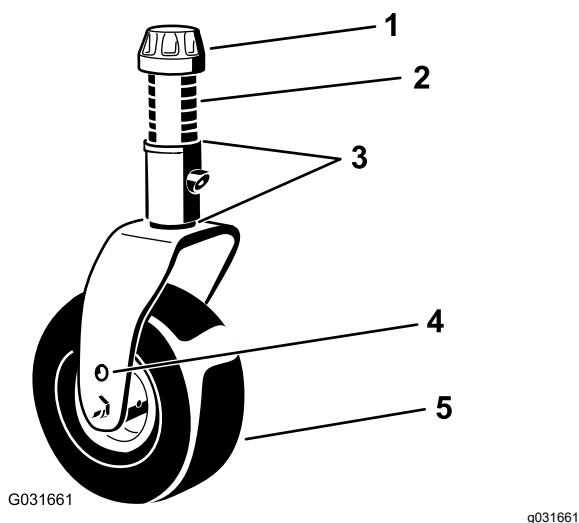
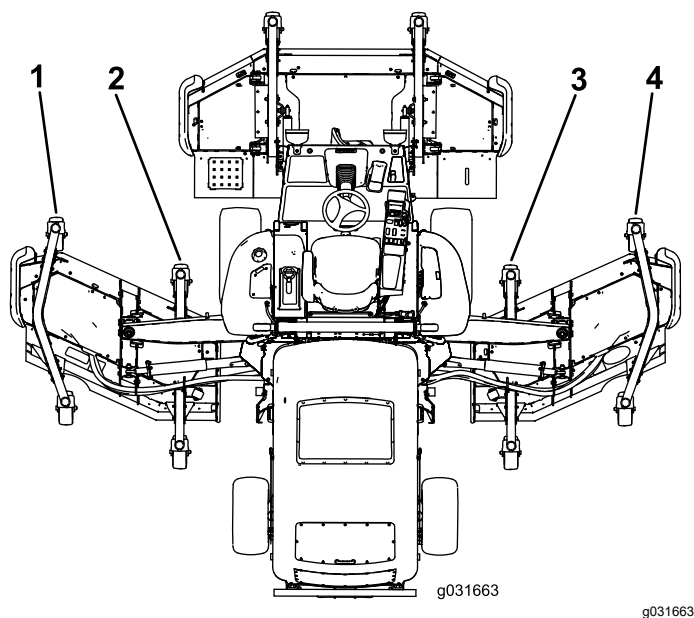

Figura 28
Figura 29
5. Si el borde interior de la unidad de corte lateral está demasiado alto respecto al borde exterior de la unidad de corte delantera, retire 1 suplemento de la parte inferior del brazo interior delantero de la rueda giratoria en la unidad de corte lateral (Figura 28 y Figura 29).
- Si el borde interior sigue estando demasiado alto, retire otro suplemento de la parte inferior del brazo interior delantero de la rueda giratoria de la unidad de corte lateral y un suplemento del brazo exterior delantero de la rueda giratoria de la unidad de corte lateral (Figura 28 y Figura 29).
de la unidad de corte delantera, añada 1 suplemento (3 mm) a la parte inferior del brazo interior delantero de la rueda giratoria en la unidad de corte lateral (Figura 28 y Figura 29).